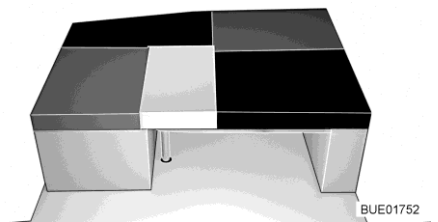

Fig. 154 Après la transformation
- Poser le coussin de dossier du siège latéral/de la banquette latérale sur la table (entre le coussin d'assise du siège latéral/de la banquette latérale et le coussin supplémentaire, voir Fig. 154).